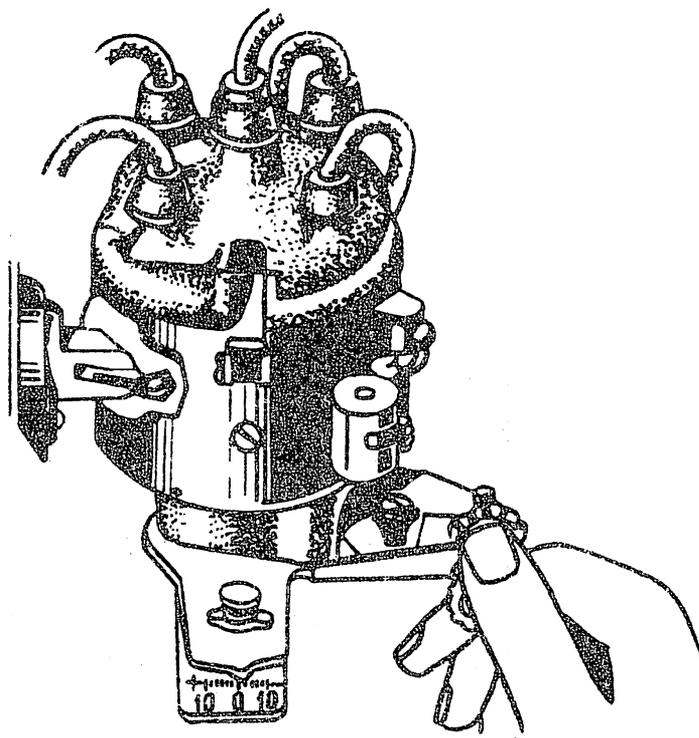

Abb. 23. Einstellen des Zündmomentes am Oktanwähler
3. Am warmen Motor das Zündmoment durch Drehen der Muttern des Oktanwählers präzisieren (Abb. 23). Das beste Zündmoment ergibt das beste Beschleunigungsvermögen. Während der Beschleunigung darf ein geringes kurzfristiges Knallen auftreten. Bei starkem Knallen ist die Verstellung des Zündzeitpunktes zu verringern (Verstellung des Zeigers des Oktanwählers in Richtung des Zeichens „—“).